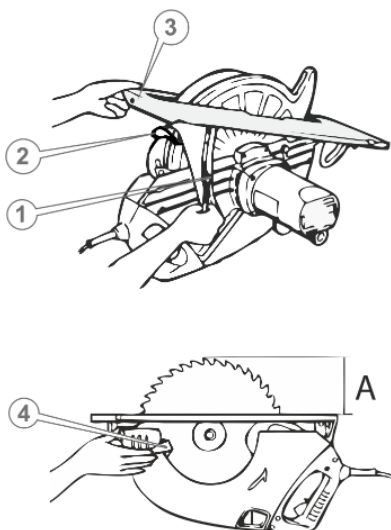

Рисунок 3. Регулювання глибини різу
5.2.2. Регулювання глибини різу (див. рис. 3)
1. Встановити пилу на рівній чистій поверхні верстата у положення, як на рис. 3.
2. Послабити важіль фіксації механізму регулювання глибини різу (1, рис. 3).
3. Обережно підняти край основи алюмінієвої бази (3, рис. 3), встановивши необхідну глибину різу (А).
4. Надійно затягнути важіль фіксації механізму регулювання глибини різу (1, рис. 3).
5. Переконатися, що глибину різу встановлено вірно – посунути рухливий захисний кожух за допомогою важеля (4, рис. 3) у напрямку руху годинникової стрілки, щоб відкрився робочий диск, та виміряти відстань (А).